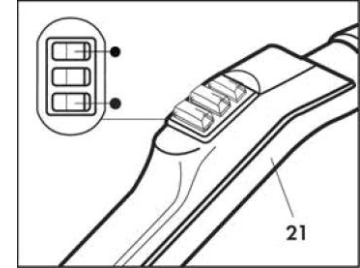
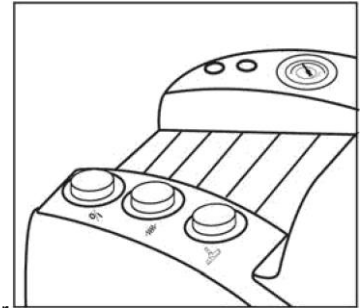

Abb. 14
Abb. 15
Um das Gerät auszuschalten, alle Schalter (Dampf und Saugfunktion) am Handgriff (21) ausschalten (Abb. 14); alle Schalter am Gerät (Abb. 15) ausschalten und den Stecker aus der Steckdose ziehen.